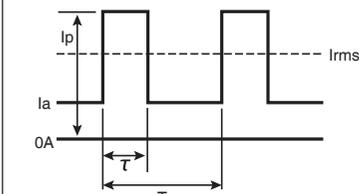
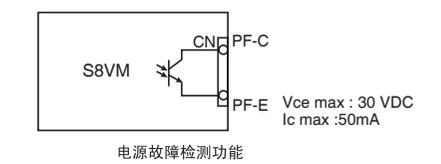

Fig.18
Fig.17
3. 绝缘外圈上的卷边条件如下 Fig.17。
参照 Fig.17 Fig.18 目测卷边外观，判断是否正确。